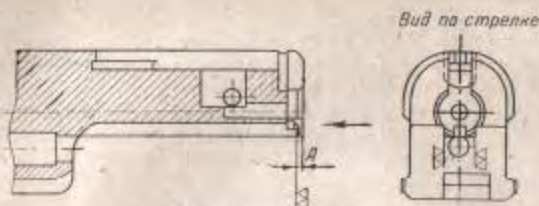

Рис. 116. Зачистка торца досылателя
(I) Зачистить торец досылателя, сняв минимальный слой металла (рис. 116). Увеличение размера A допускается до 1,5 мм.